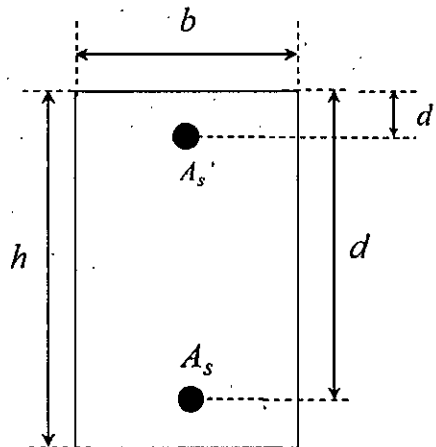

Fig.1
1. Fig.1 に示される正の曲げモーメントを受ける複鉄筋長方形断面のはりについて次の問いに答えよ。コンクリートの圧縮強度は $f_c' = 24 \text{ N/mm}^2$ 、コンクリートのヤング係数は $E_c = 25 \text{ kN/mm}^2$ 、鉄筋の降伏強度は $f_y = 350 \text{ N/mm}^2$ 、鉄筋のヤング係数は $E_s = 200 \text{ kN/mm}^2$ である。 $b = 300 \text{ mm}$, $d = 600 \text{ mm}$, $d' = 50 \text{ mm}$, $h = 650 \text{ mm}$, コンクリートの圧縮破壊ひずみは 0.0035 とする。その他の記号は必要に応じて適宜定義して用いること。
Concerning the doubly reinforced rectangular beam subjected to positive bending moment shown in Fig.1, answer the following questions. Compressive strength of concrete $f_c' = 24 \text{ N/mm}^2$, Young's modulus of concrete $E_c = 25 \text{ kN/mm}^2$, Yielding strength of re-bar $f_y = 350 \text{ N/mm}^2$, Young's modulus of re-bar $E_s = 200 \text{ kN/mm}^2$, $b = 300 \text{ mm}$, $d = 600 \text{ mm}$, $d' = 50 \text{ mm}$, $h = 650 \text{ mm}$, and the failure strain of concrete in compression is 0.0035 . Other necessary symbols can be used with appropriate definition.